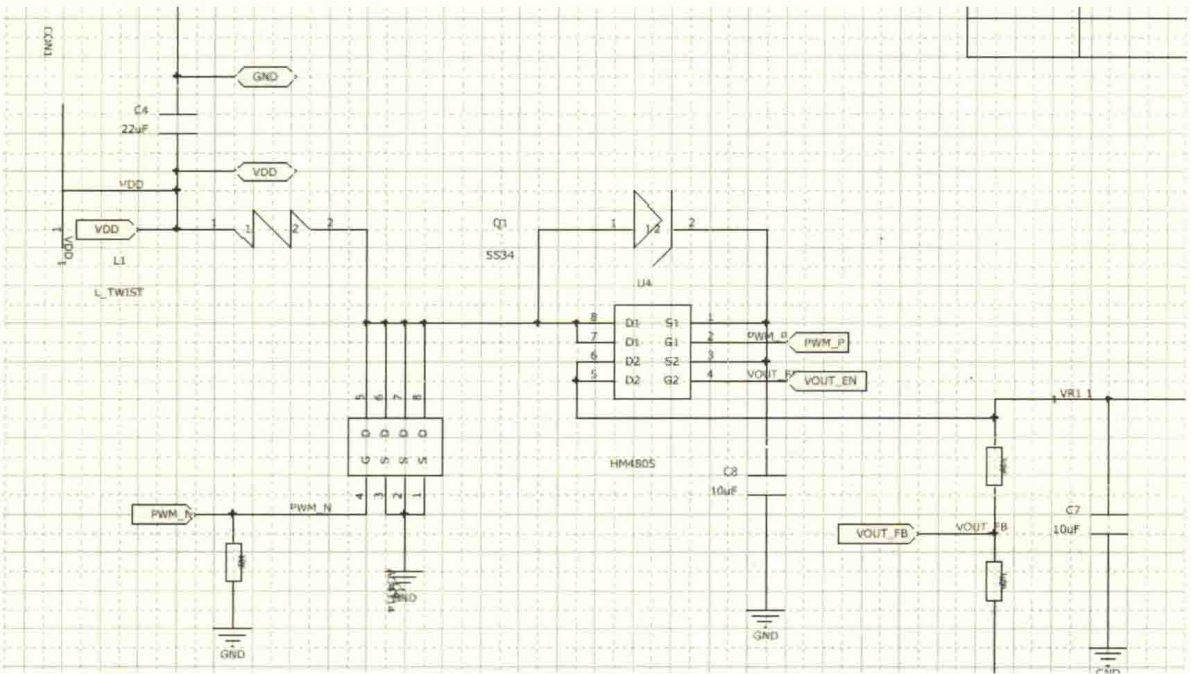

图 11-60 转换后的 Altium Designer 原理图
(6) 转换后的 Altium Designer 原理图如图 11-60 所示。因为软件本身具有兼容性问题，转换过程中可能存在不可预知的错误，因此转换完成后的原理图仅供参考，如果要使用，则须进行检查及确认。